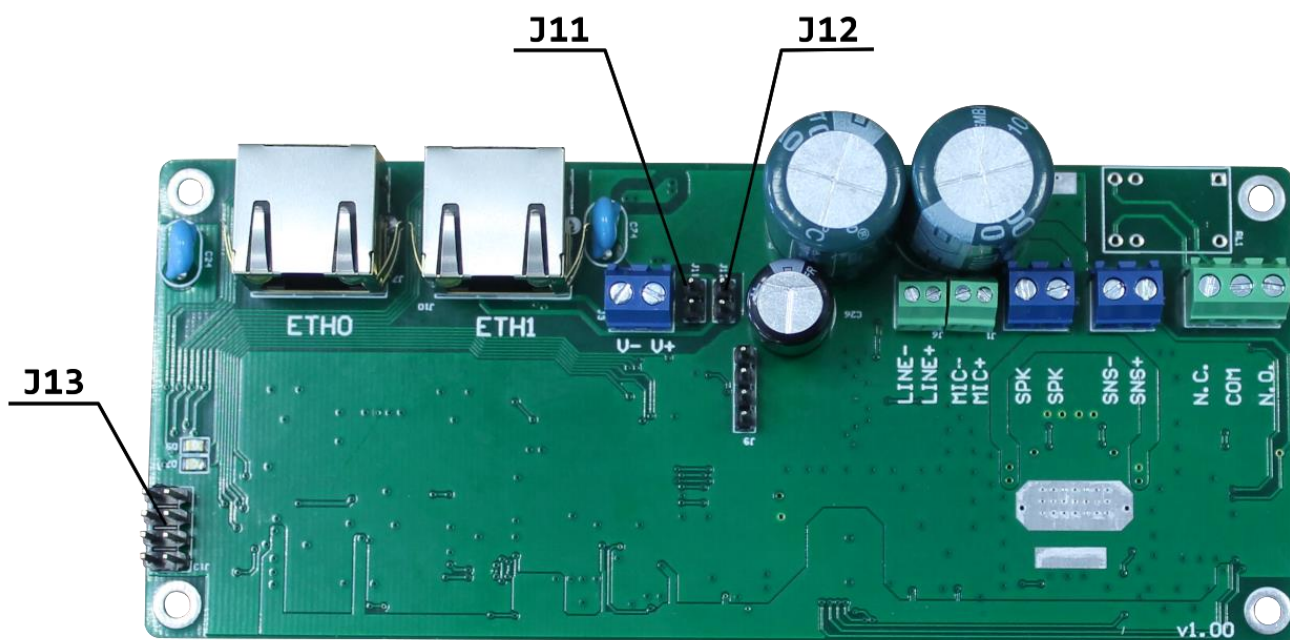

Рисунок 1.3 – Коммутационные разъемы
- 2.2.5 Обжать кабели вилками RJ45. При использовании одного кабеля подключение производить в интерфейс ETN0. При подключении двух кабелей, для передачи питающего напряжения с интерфейса ETN0 на интерфейс ETN1 замкнуть контакты на джампере J11 и на джампере J12, Рисунок 1.2, Рисунок 1.3.
2.2.9.1 Установить ближнюю к углу печатной платы перемычку на джампере J13, Рисунок 1.3